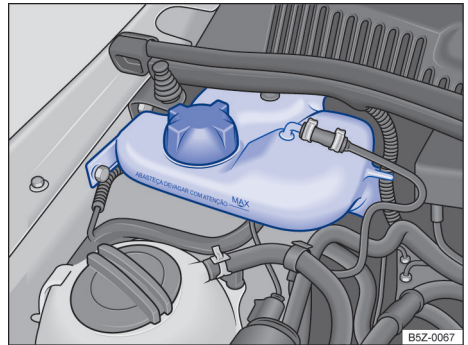

Fig. 151 No compartimento do motor: reservatório de gasolina para o sistema de partida a frio para motores 1.6 (válido somente para o motor CCRA).
O reservatório de gasolina do sistema de partida a frio encontra-se no compartimento do motor, no lado direito → Fig. 151.
- Nunca ultrapassar a marca "MAX" indicada no reservatório → Fig. 151.